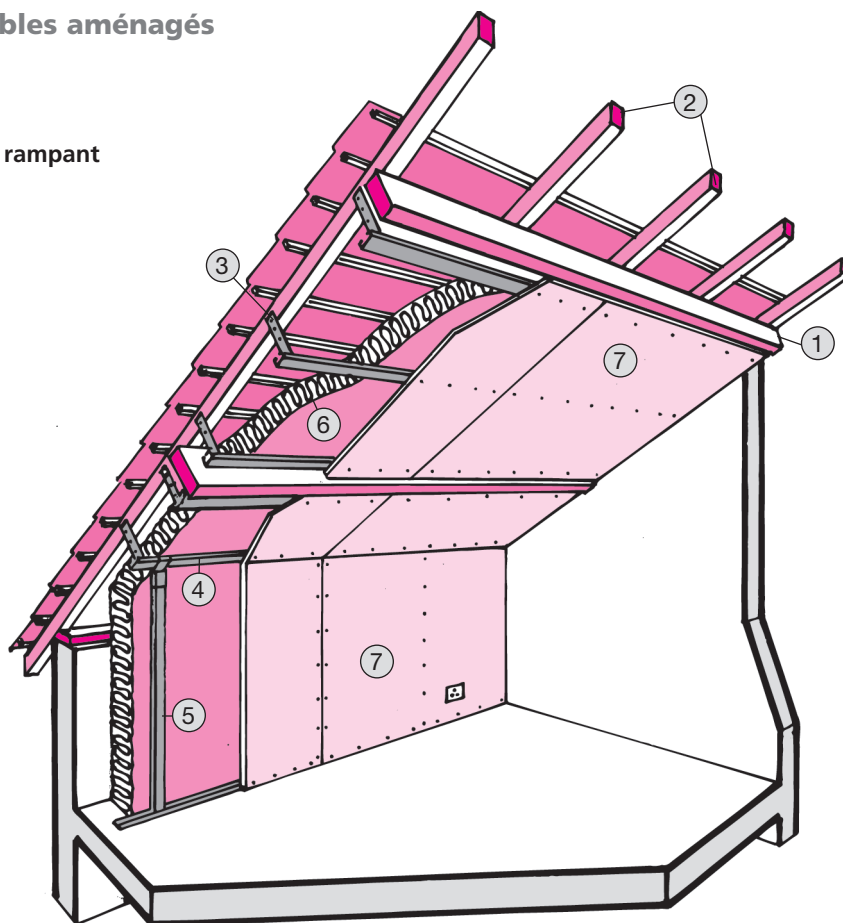

Fig. 35 : Combles isolés et pannes apparentes
- des murs à la périphérie des combles en bas de pente (fig. 35 et 37) ;